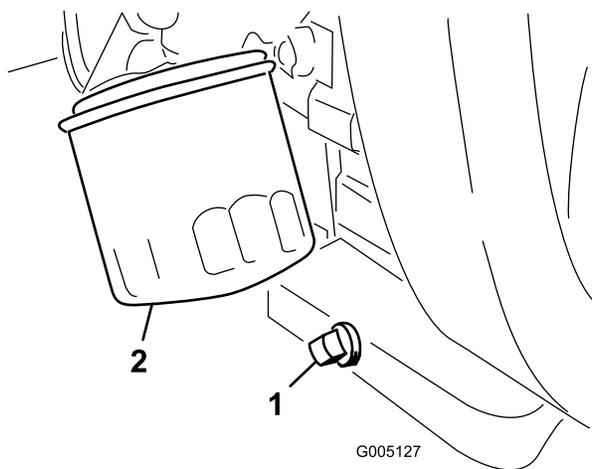

Рисунок 44
1. Снимите сливную пробку (Рисунок 44) и дайте маслу вытечь в сливной поддон. Когда масло стечет, поставьте сливную пробку на место.
2. Извлеките масляный фильтр (Рисунок 44). Нанесите тонкий слой чистого масла на новую прокладку фильтра.